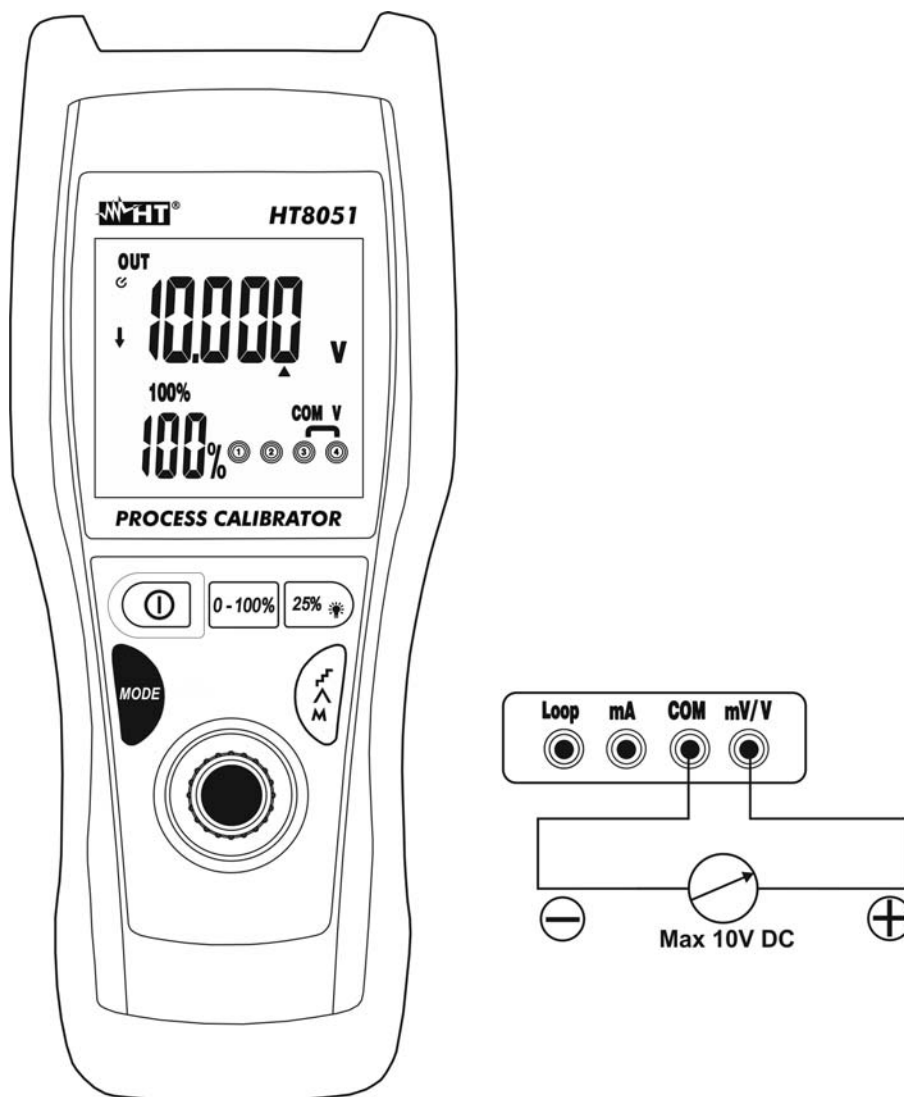

Fig. 4: Generación de Tensión CC
4. Posicione la punta verde y la punta negra respectivamente en los puntos de potencial positivo y negativo del dispositivo externo (vea Fig. 4)
5. Para la generación del valor negativo de la tensión gire las puntas de medida en sentido puesto respecto a la conexión de Fig. 4